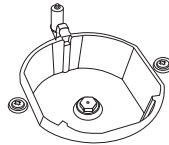
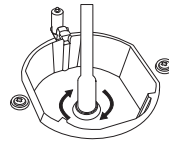

Figura 4
Figura 5
2. Vă rugăm să scoateți duza (Figura 4) din arzător cu un driver special pentru duză și instalați duza nouă. (Figura 5)